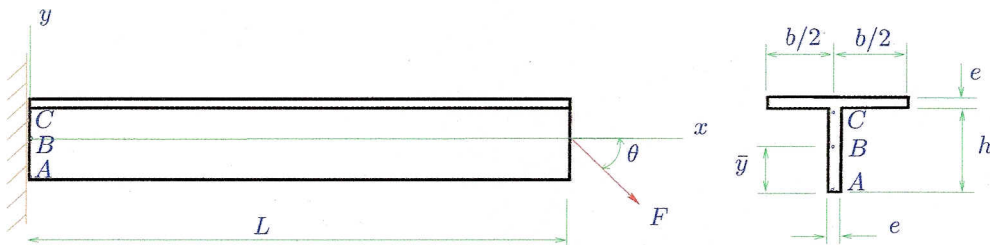

Figura 2: Viga T empotrada.
2. La viga de sección T mostrada en la Figura 2 está empotrada en un extremo y en el otro bajo el efecto de una fuerza puntual F . La sección se muestra en el lado derecho.